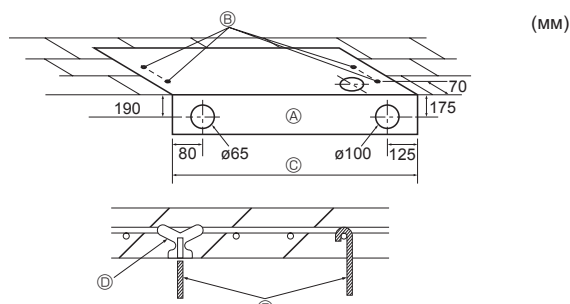

Fig. 3-3
3.2.3. Аспалы болттарды және құбырлар орындарын таңдау (Fig. 3-3)